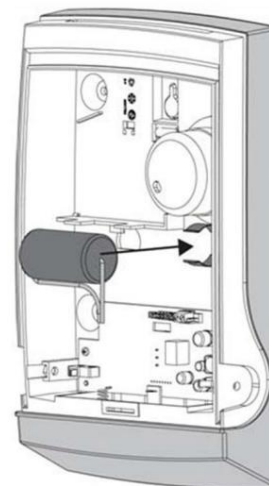

Figura 4
5. Posizionare la batteria come indicato nella figura 4 e attendere fino a quando il LED rosso/verde smette di lampeggiare.